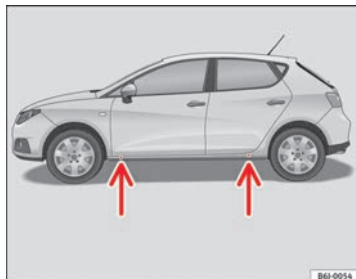

Fig. 140 Punti di appoggio per il cric
- Applicare il cric al longherone inferiore del veicolo nel punto di appoggio più vicino alla ruota da sostituire ⇒ **fig. 140**.
Sul montante inferiore sono segnati i punti a cui applicare il cric ⇒ **fig. 140**. Per ogni ruota esiste un unico punto di sollevamento. Non collocare il cric in altri punti.